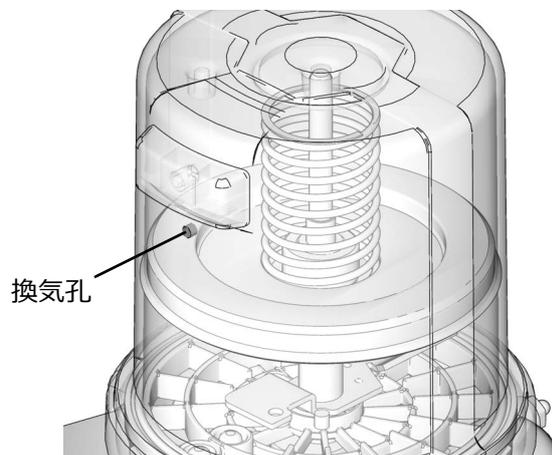

図 26
3. フォロワープレートのシールが換気孔 (図 26) に至るまでリザーバーにグリースを充填して、エアの大部分がリザーバーから出るようにします。